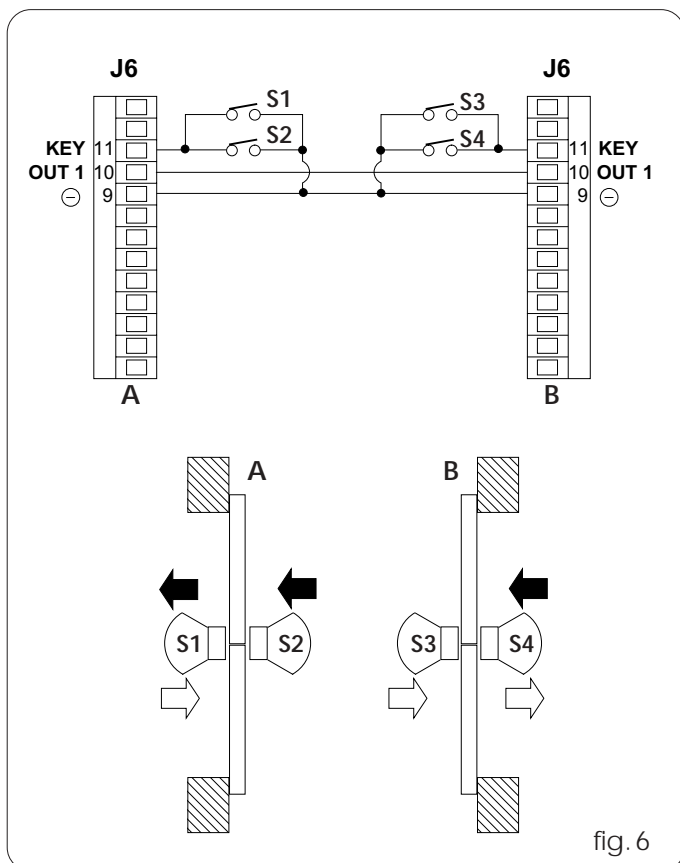

fig. 6
- Realizar las conexiones entre las regletas de bornes J6 de las dos tarjetas SDM, y de los sensores como se muestra en la fig. 6.